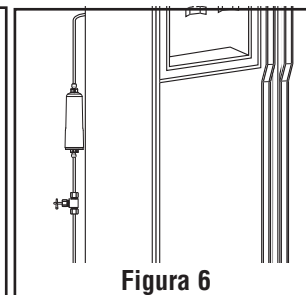

Figura 6
7. Conecte el puerto de salida del filtro en la línea de agua que va al aparato al que se le está dando servicio. (Figura 6)
5. Conecte el puerto de salida del filtro en la línea de agua que va al aparato al que se le está dando servicio. (Figura 6)